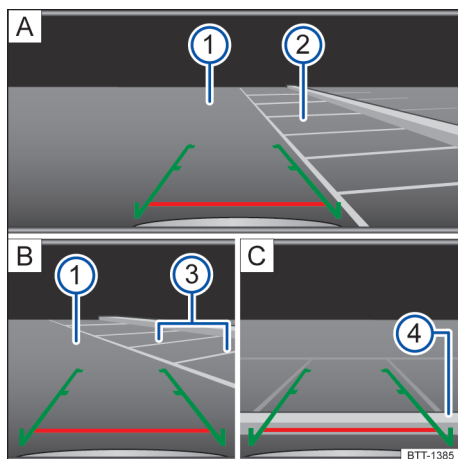

Fig. 95 Exibição do display do rádio ou do sistema de navegação: entrar na vaga de estacionamento com a câmera de marcha a ré (representação esquemática).
Legenda para exibição do display → Fig. 95:
2.	Posicionar o veículo na frente da vaga de estacionamento → Fig. 95 [A] ②.
4.	Conduzir para trás devagar e manobrar de modo que as guias verdes laterais conduzam entre as linhas de delimitação da vaga de estacionamento selecionada → Fig. 95 [A] ②. Observar a seguinte mensagem: Controlar a trajetória do veículo! → ⚠ em Introdução ao tema na página 114 !
5.	Alinhar o veículo na vaga de estacionamento selecionada de modo que as as guias verdes laterais fiquem em cima das linhas de limitação lateral → Fig. 95 [B] ③.
6.	Parar o veículo o mais tardar ao atingir a guia vermelha horizontal de limitação traseira, por exemplo, meio-fio → Fig. 95 [C] ④.